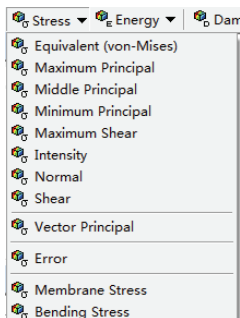

图 7-32 添加应力图
6) 选择 Solution 工具栏中的 Stress>Equivalent (von-Mises), 如图 7-32 所示, 此时在树结构图中会出现 Equivalent Stress 选项。